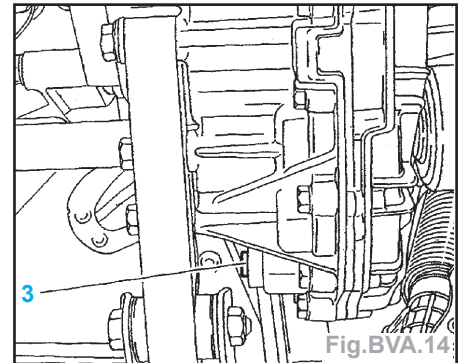

Fig.BVA.14
- Déposer le bouchon de mise à niveau (3) (Fig.BVA.14).
- dès que la température de l'huile atteint  $60^{\circ}\text{C} \pm 1^{\circ}\text{C}$ , reposer le bouchon de mise à niveau (3).
**Nota** : le niveau d'huile est correct. Serrer le bouchon (3) à  $2 \pm 0,5 \text{ m.daN}$ .